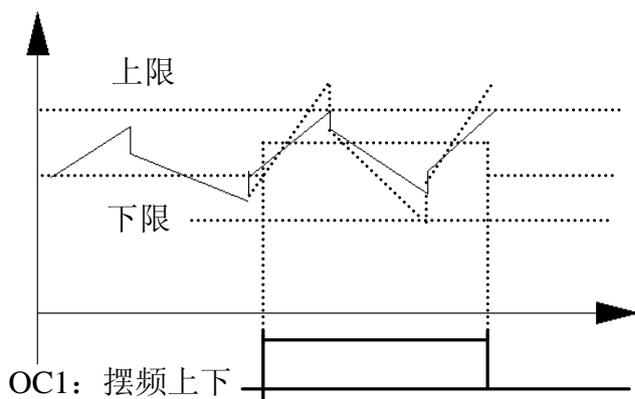

图 6-31 摆频幅度限制
- 7: 变频器欠压封锁停机中 (LU). 变频器运行过程中, 当直流母线电压低于限定水平时, LED 显示“LU”, 输出指示信号。
- 16: 摆频上下限限制. 选择摆频功能后若以中心频率计算所得摆频的频率波动范围超过上限频率或低于下限频率时, 将输出指示信号, 如图 6-31 所示。